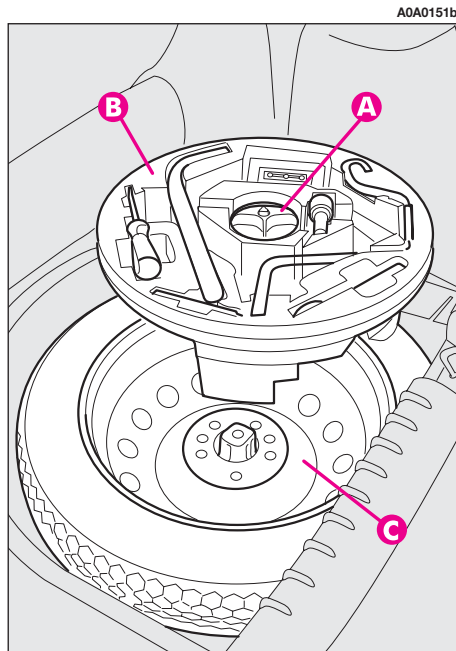

fig. 3
- Dévisser le dispositif de blocage (**A-fig.3**).
– ranger la boîte avec les outils sur la roue de secours et fixer le tout avec le dispositif de blocage (**A-fig. 3**)